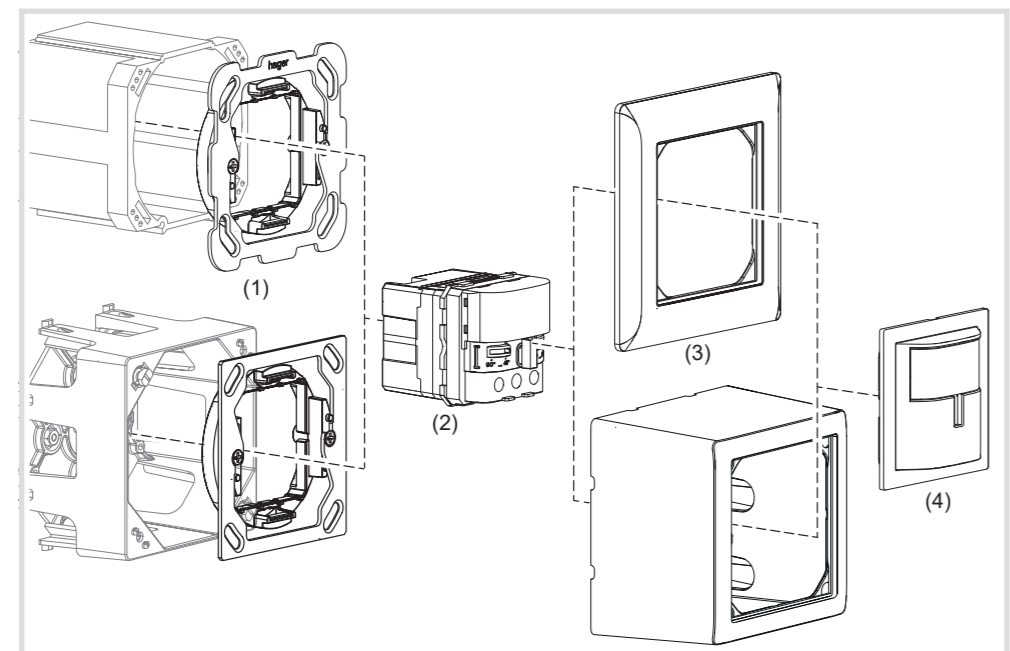

Figura 1: Struttura apparecchio
- Eseguire il montaggio secondo la struttura apparecchio (figura 1).